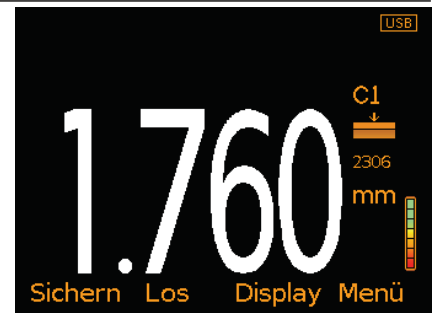

Bild 5: Messwerte
- **Messwerte (Bild 5);** Der Messwert wird mit der vom Benutzer festgelegten Messauflösung angezeigt – siehe Abschnitt 7.7 auf Seite de-13.